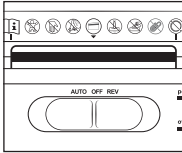

Abb. 2
- ▶ Führen Sie die Kreditkarte zwischen den Markierungen "I" mittig des Pfeils "▼" in die Schneidöffnung **14** ein (siehe Abb. 2). Sie können jeweils nur eine Kreditkarte schneiden. Führen Sie diese immer mit der breiten Seite voran in die Schneidöffnung **14** ein. Ansonsten wird der Magnetstreifen nicht zerstört.